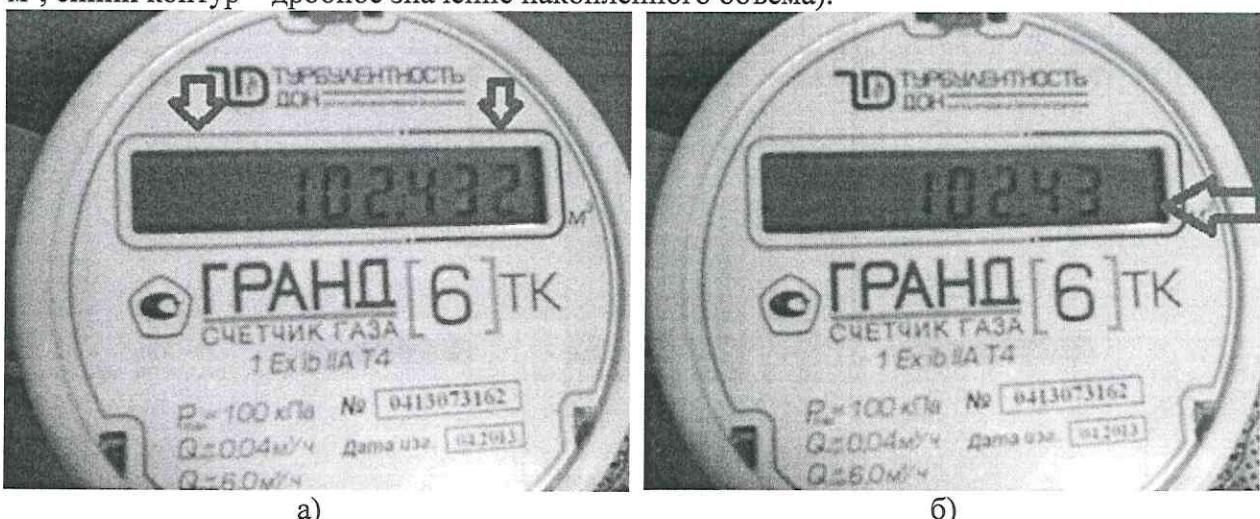

Рисунок 1
- 0,001 м3 для счетчиков газа Гранд-1,6, 2,4, 3,2, 4, 6, 10 (рисунок 1 а);
- 3 разряда после запятой для Гранд-4,6,10 (рисунок 1а);
- 2 разряда после запятой для Гранд-4 (большой), 6, 10 (рисунок 1б).
Для снятия показаний также можно ориентироваться по цветовому разделителю контура экрана (рисунок 1а: оранжевый контур – целочисленное значение накопленных  $\text{m}^3$ , синий контур – дробное значение накопленного объема).
А) если суммарный расход имеющегося ГПО превышает  $Q_{\perp}$  (для счетчиков выпуска до 2013г составляет  $1,75\text{m}^3/\text{ч}$ , с 2013г по 08.2017. –  $1,25\text{ m}^3/\text{ч}$ , после 08.2017 –  $4,2\text{ m}^3/\text{ч}$ ), на ЖК-индикаторе счетчика произойдет смена разрядности индикации, т.е. после запятой останется 2 цифры (рисунок 1б);
Б) если суммарный расход имеющегося ГПО не превышает  $Q_{\perp}$ , на ЖК-индикаторе счетчика не происходит смена разрядности индикации, т.е. после запятой будет 3 цифры (рисунок 1а);